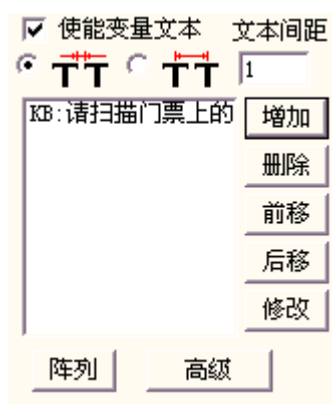

图 4-59-b: 键盘文本参数
2. 输入提示信息后点击确定后我们会得到如图 4-59-b 所示的界面
4. 勾选使能分割字符串修改指定名字的文本对象，点击增加按钮这时候会出现如图 4-59-c 图所示对话框。